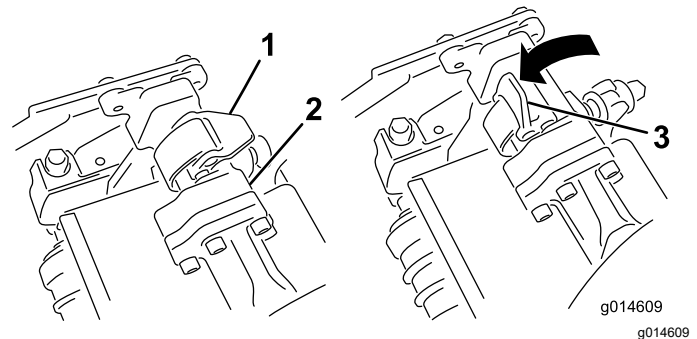

Figura 70
4. Abra los enganches de la barra del brazo de suspensión (Figura 70) y empuje hacia abajo el brazo de suspensión hasta que la barra encaje sobre ambos brazos de inclinación de la unidad de corte, y asegúrese de que los cierres pasan por debajo del travesaño de la unidad de corte (Figura 71).
- Presione los enganches hacia abajo alrededor de la barra de la unidad de corte y bloquéelas (Figura 70).
6. Abra los enganches de la barra del brazo de suspensión de la unidad de corte que está retirando (Figura 70).